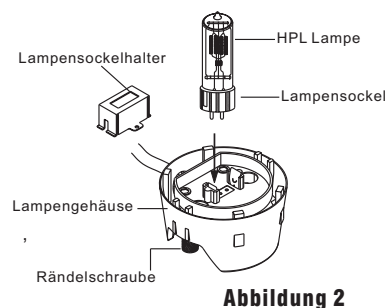

Abbildung 2
Schritt 5: Ist der Lampensockel gleich wie in **Abbildung 2**, entfernen Sie zuerst den Lampensockelhalter, dann stecken Sie die neue 240V/575W GX-9,5 Lampe vorsichtig in den Sockel ein. Den Lampensockelhalter für zukünftigen Gebrauch aufbewahren.